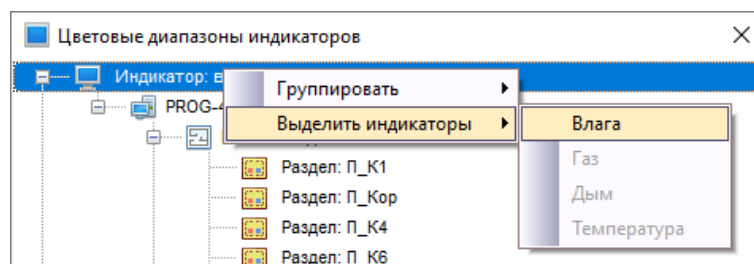

Рисунок 6-569 Контекстное меню "Выделить индикаторы"
- команду «Выделить индикаторы» (недоступно при вызове контекстного меню для зоны) – если необходимо выбрать все привязанные к выбранному узлу индикаторы определенного типа. При выборе команды «Выделить индикаторы» появится контекстное меню (см. Рисунок 6-569), в котором активным для выбора является тот тип индикатора, узел или дочерний узел которого выбран при вызове контекстного меню. Выберите этот тип индикатора, чтобы выделить в области индикаторов все входящие в выбранный узел зоны.